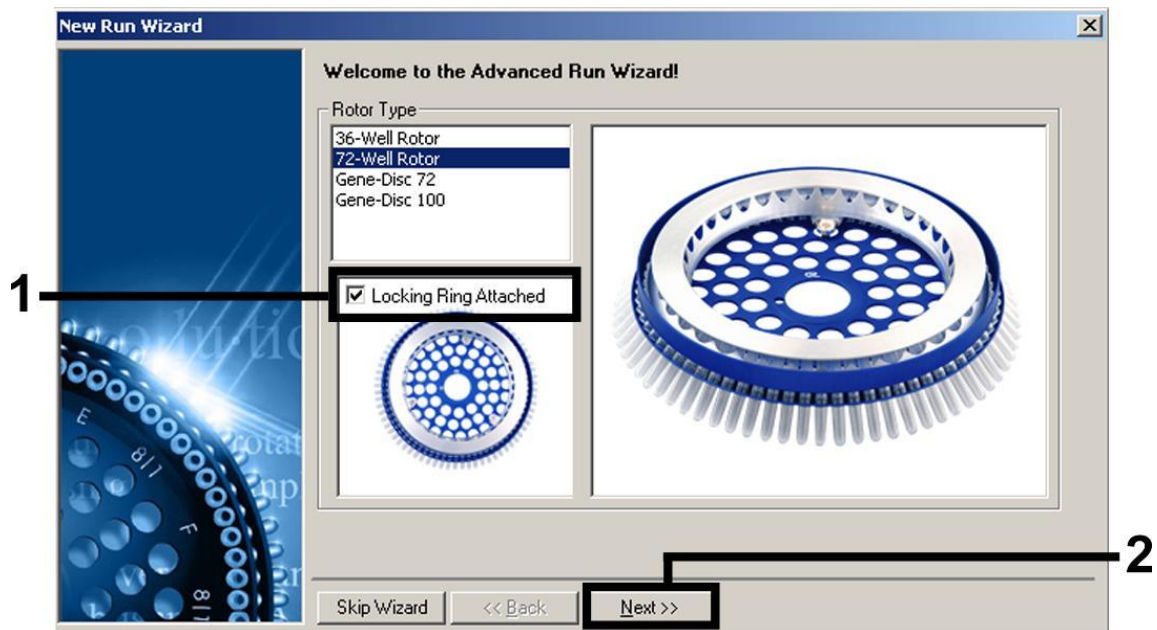

Figura 1. Finestra di dialogo “New Run Wizard”.
6. In primo luogo, aprire la finestra di dialogo “New Run Wizard” (Wizard nuovo processo) (Figura 1). Spuntare la casella “Locking Ring Attached” (Anello di bloccaggio collegato) e cliccare su “Next” (Avanti).